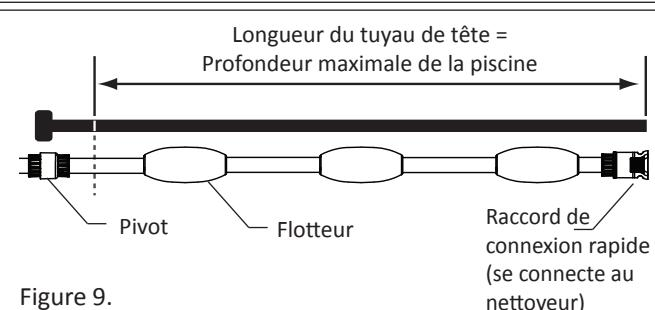

Figure 9.
2. Si la profondeur de la piscine est inférieure à 10 pieds (3 mètres), débranchez le tuyau souple depuis le bout pivotant. Coupez le tuyau pour que sa longueur soit égale à la profondeur maximale de la piscine. **Voir la Figure 9.**